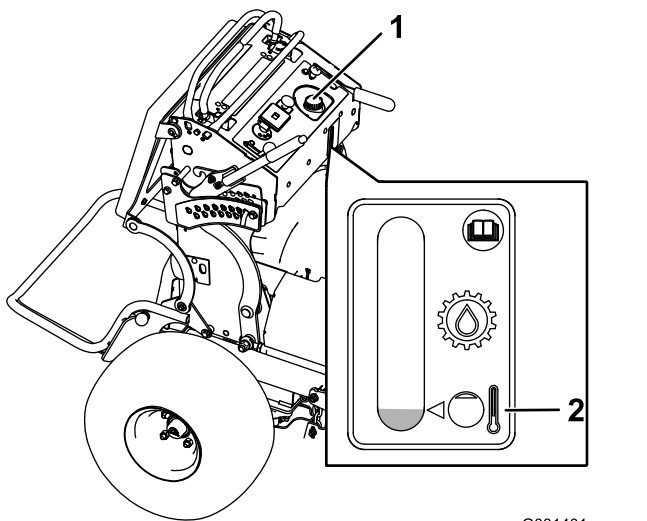

図 69
3. 油圧オイルタンクの注油口周辺をきれいに拭く 図 69。
4. 給油口からキャップを取る 図 69。